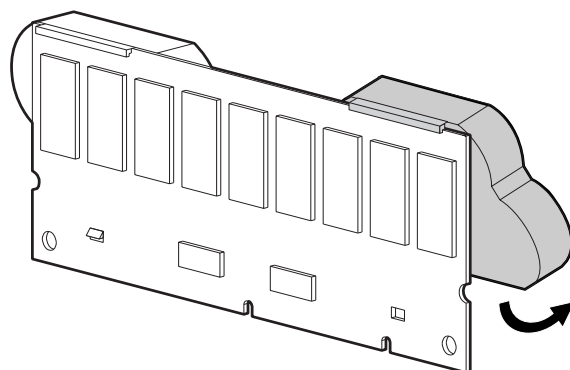

図 5: バッテリーの回転
2. バッテリーをモジュールから 30 度ほど回転させます。図 5 参照。